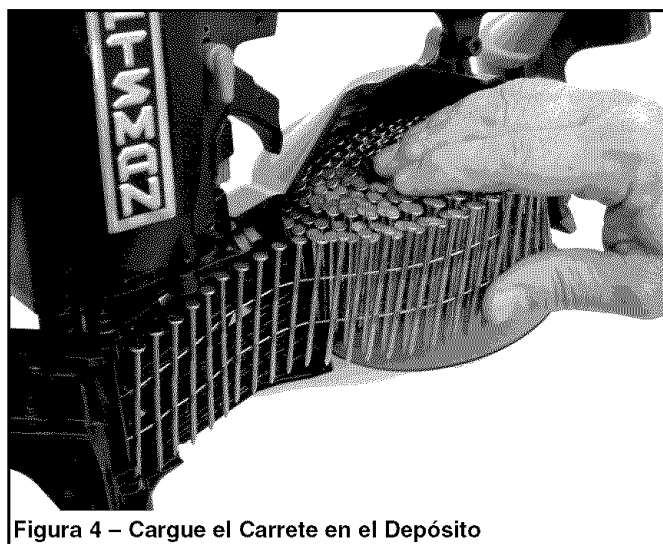

Figura 4 – Cargue el Carrete en el Depósito
- Extraiga la banda de goma o la cinta que sujeta el carrete de clavos. Coloque el carrete sobre el husillo del sujetador de clavos en el depósito (véase la Figura 4).